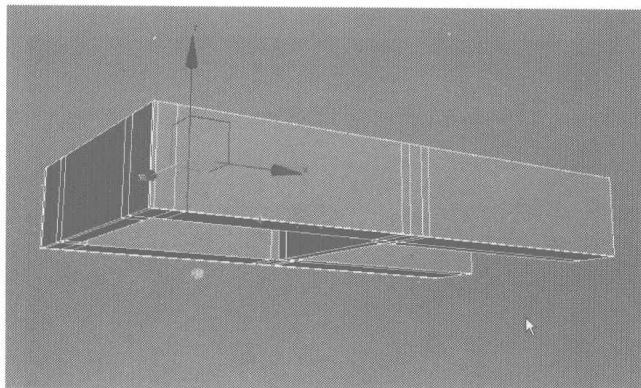
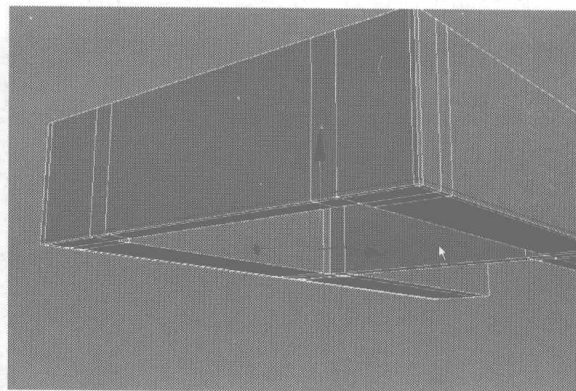

图 4.376
图 4.377
- 37** 选择如图 4.376 所示的边线, 在 Selection 卷展栏中单击 **Ring** 按钮, 选择其环形曲线, 再用 Connect 命令添加一条细分线, 并调整到如图 4.377 所示的位置。